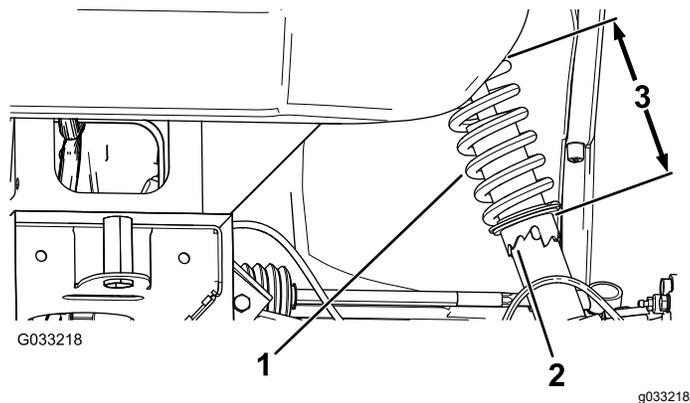

图 55
2. 如果车轮外倾角没有对齐请使用活络扳手将减震器上的锁止环旋转以对齐车轮 图 55。